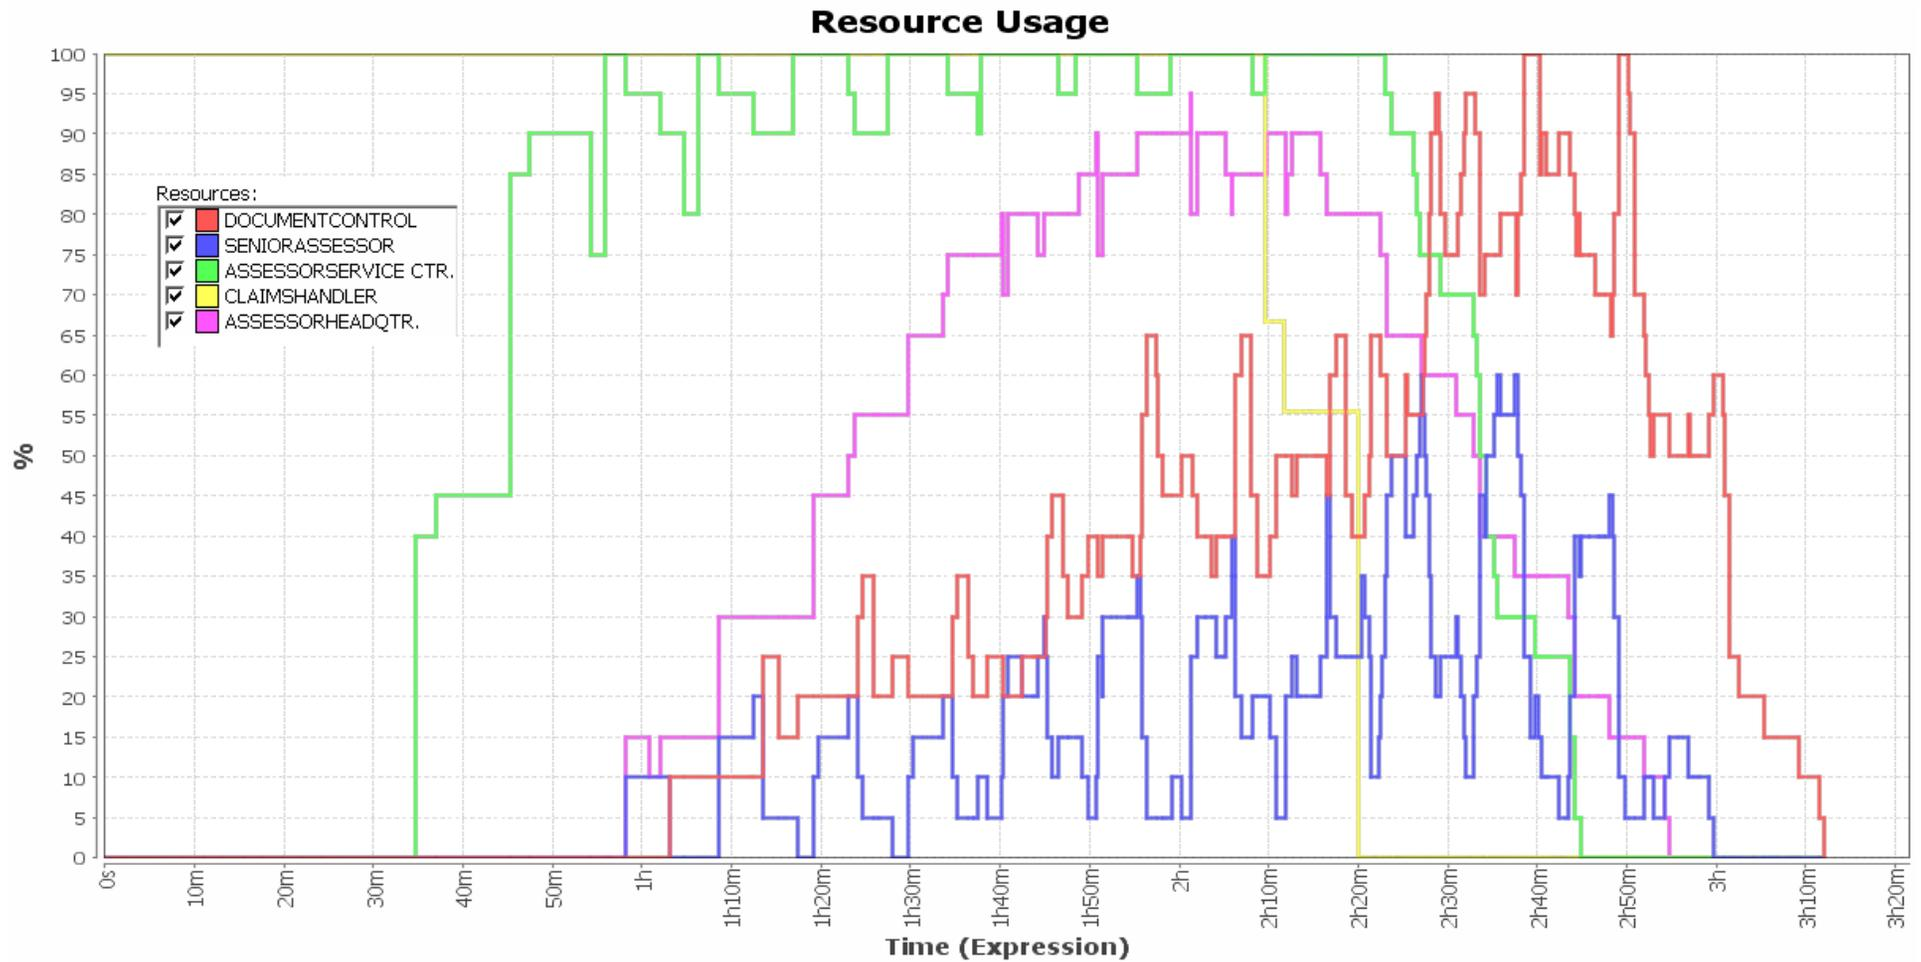

Fig. 5 – Uso delle risorse con (9, 20, 20, 20, 20) istanze.
- Le attività della IV corsia (Senior Assessor) non producono code significanti, e il massimo utilizzo delle risorse è 55-60% (Fig.5). Pertanto, possiamo ridurre le istanze disponibili senza effetti sulla durata totale:
- Analogamente, il massimo utilizzo delle risorse della III corsia (Assessor Headqtr) è circa 90% (Fig.5). Quindi, possiamo ridurre le istanze disponibili senza effetti sulla durata totale:
- Nuovamente, il massimo impiego di risorse della V corsia (Document Control) è circa 85% (Fig.5). Quindi, possiamo ridurre le istanze disponibili senza effetti sulla durata totale: